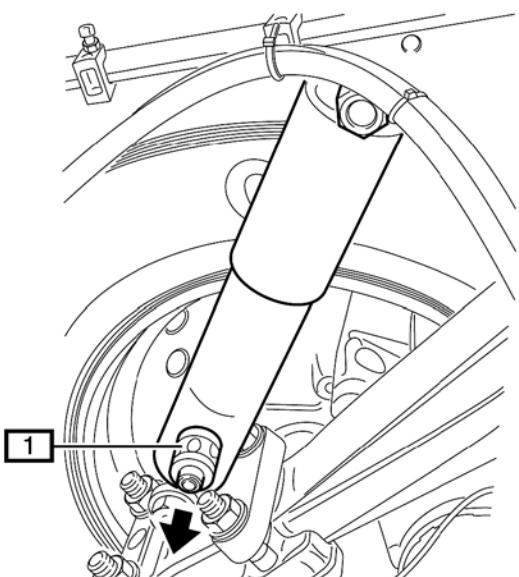

Fig. 2:
- Fig. 2** Schutzrohrseite des PDC Stoßdämpfer am Anhängerrahmen anschrauben.
- Proportionalventil (1) mit pneumatischem Anschluss zur Anhängerinnenseite (▼ Pfeil) ausrichten.
- Fig. 2** Screw the side of the PDC shock absorber's protective tube onto the trailer frame.
- Point the proportional valve (1) with the air pipe connection toward the inside of the trailer (▼ arrow).
- Fig. 2** Visser le côté du tube de protection de l'amortisseur PDC sur le cadre de la remorque.
- Orienter la soupape proportionnelle (1) avec le raccordement pneumatique vers le côté intérieur de la remorque (▼ flèche).
- Fig. 2** Atornillar el lado del tubo de protección del amortiguador PDC al bastidor del remolque.
- Orientar la válvula proporcional (1) con conector neumático hacia el interior del remolque (▼ flecha).